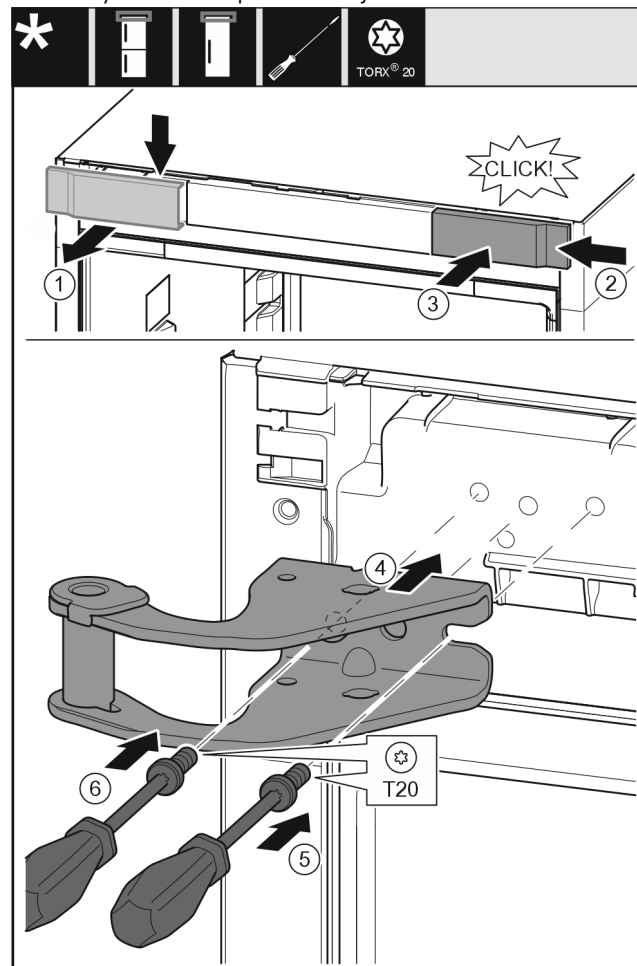

Fig. 11
- ▶ Retire la tapa desde la parte superior hacia el frente. Fig. 11 (1)
- ▶ Enganche por la derecha la cubierta girada 180° en el otro lado. Fig. 11 (2)
- ▶ Encaje la cubierta. Fig. 11 (3)
- ▶ Coloque el soporte de cojinete superior. Fig. 11 (4)
- ▶ Coloque y apriete el tornillo con el destornillador T20. Fig. 11 (5)
- ▶ Coloque y apriete el tornillo con el destornillador T20. Fig. 11 (6)